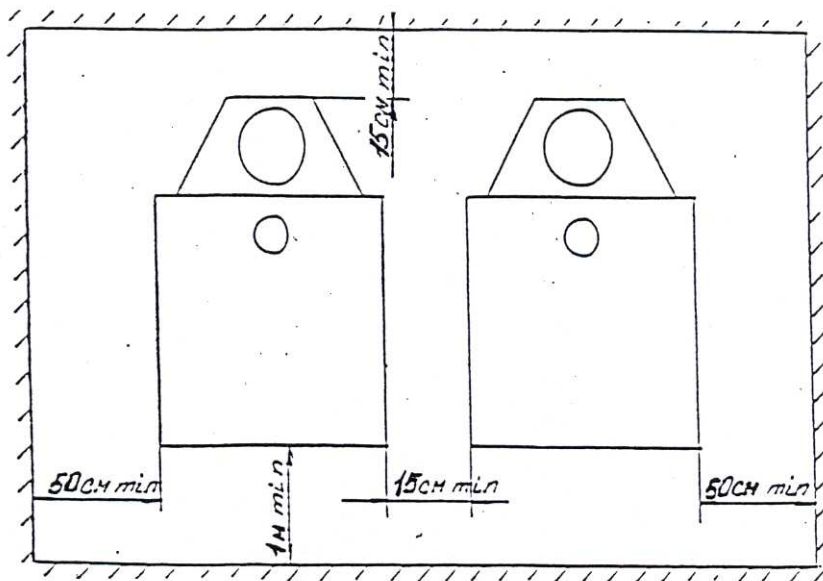

Рис. 5
5.4. Котел /котлы/ устанавливаются в помещении с обязательным обеспечением необходимых для обслуживания и ремонта расстояний в соответствии с рис. 5 /вид сверху/.